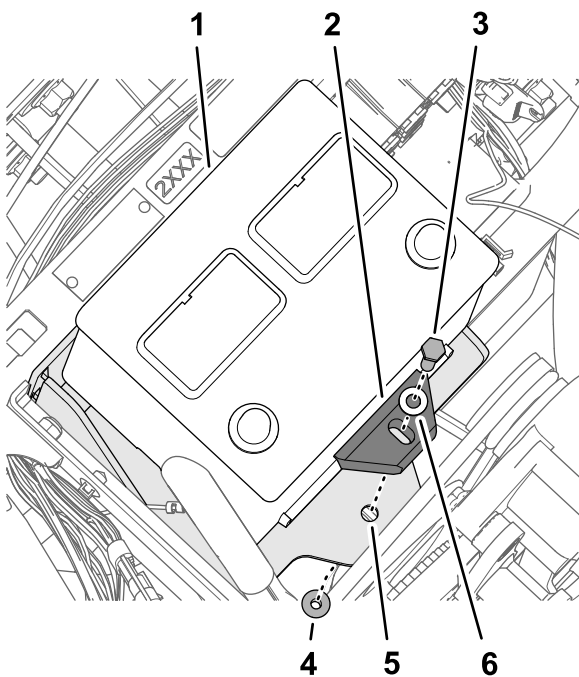

Figura 175
5. Montate la batteria alla relativa staffa con il bullone (5/16" x 1 3/4"), la rondella (5/16 poll.), la cinghia della batteria e il dado di bloccaggio flangiato (5/16") come illustrato nella Figura 175.